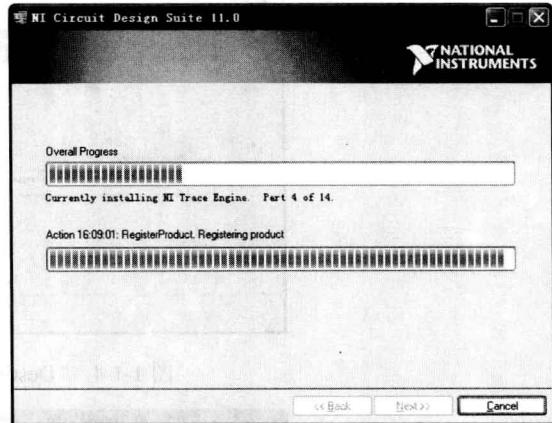

图 1-1-9 安装界面
(7) 这时弹出如图 1-1-9 所示的安装界面, 此时要花费较长时间复制和安装模块。